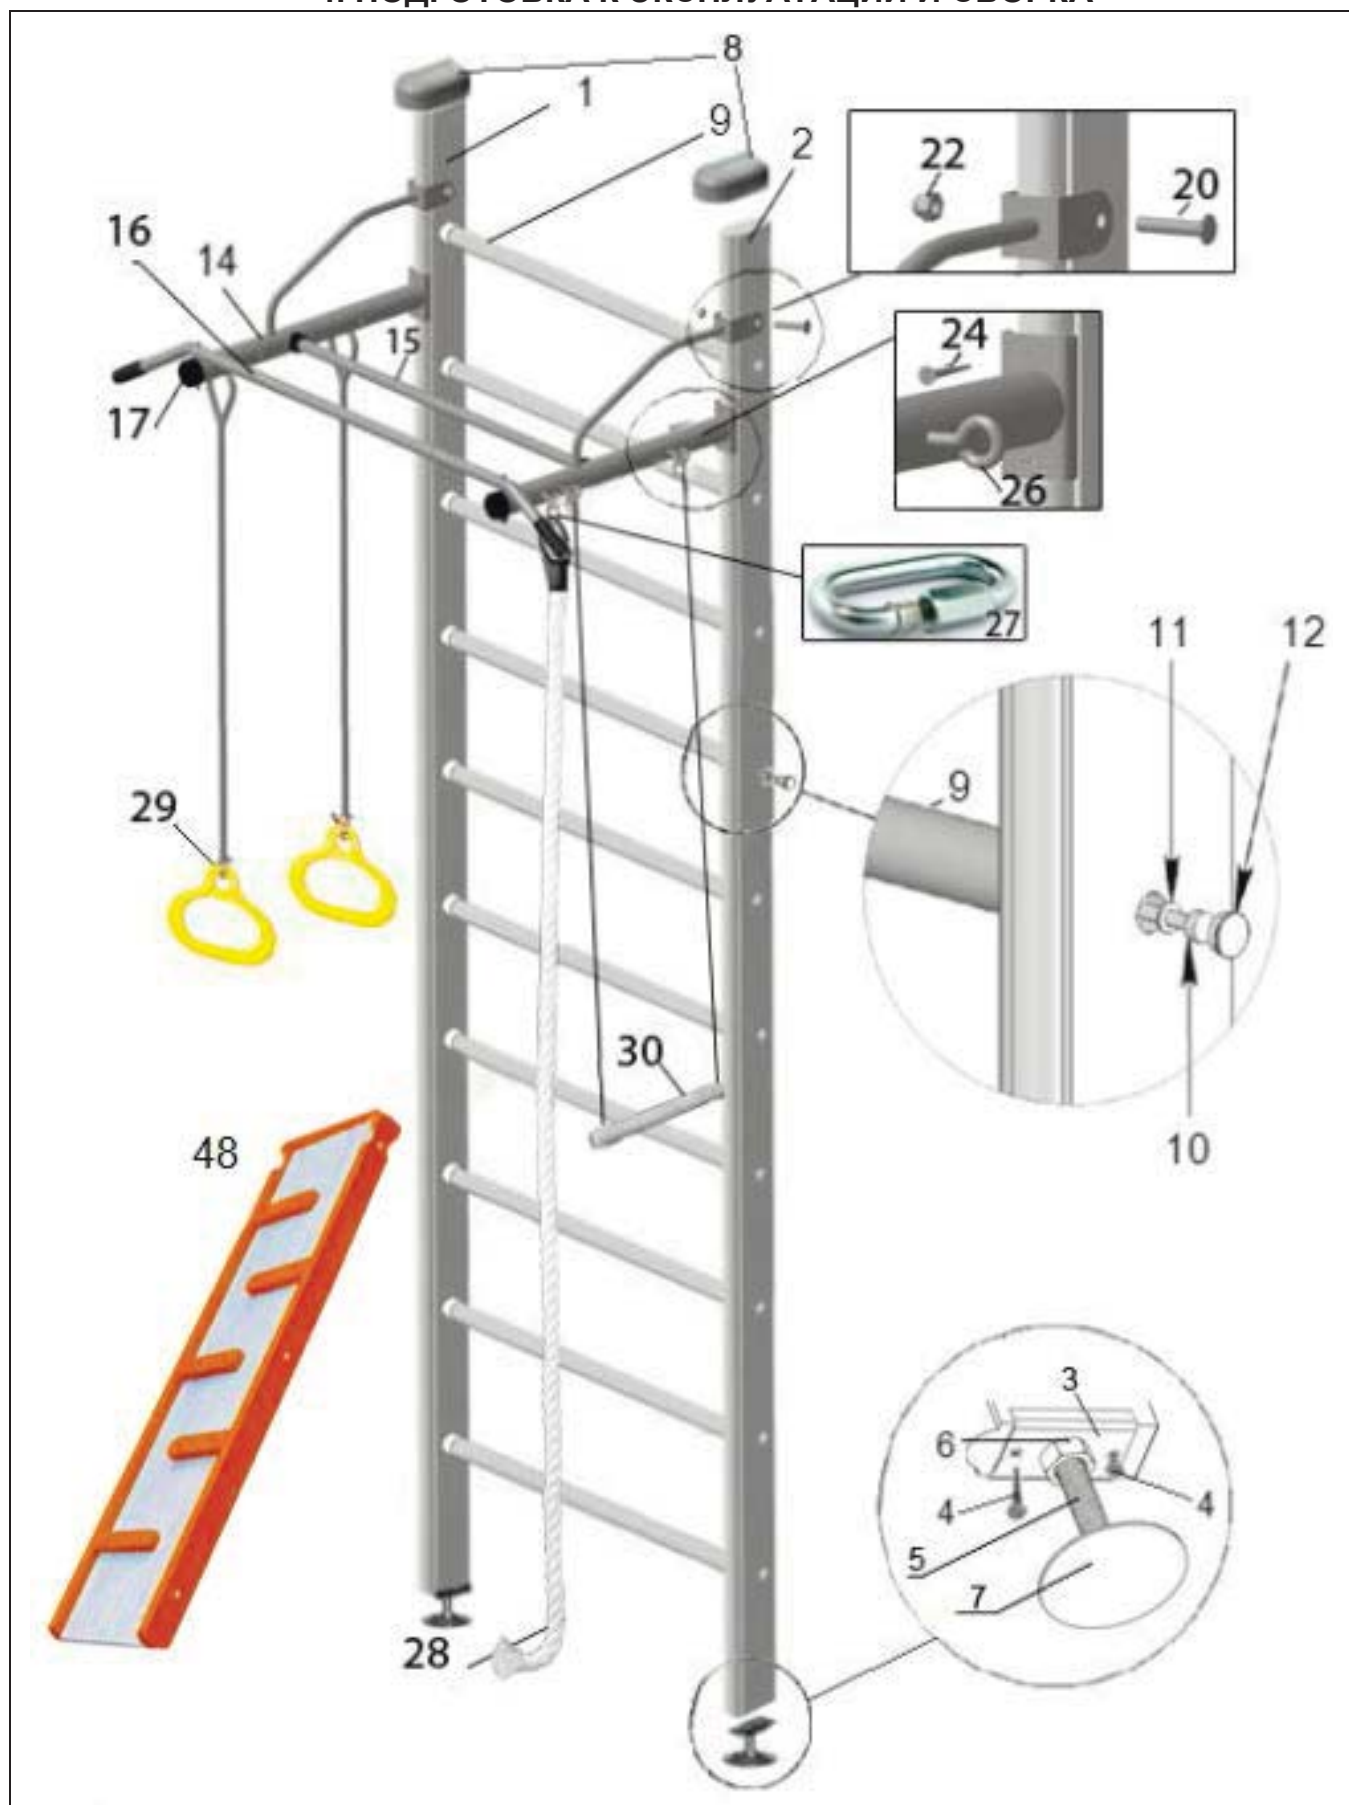
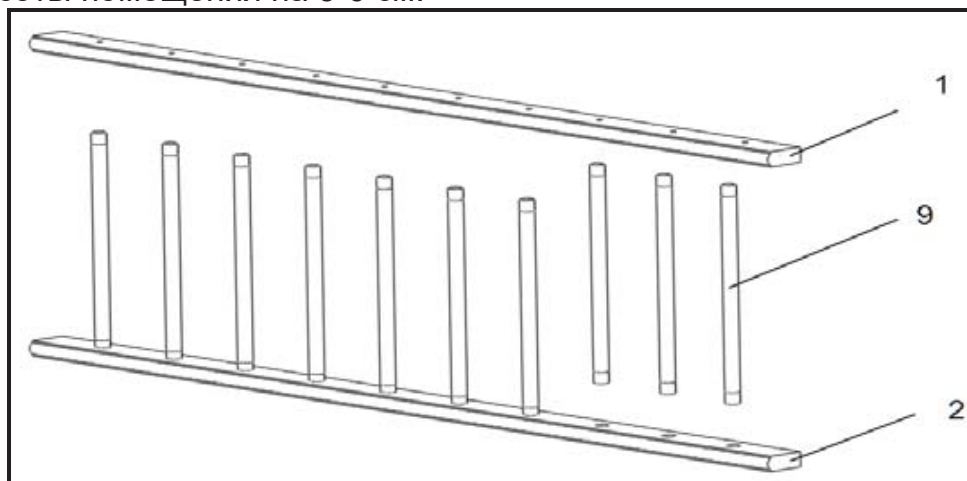

Рисунок 1
Рисунок 2
4.1.4. Разложить зеркально стойки (№1, №2). Вставить ступени-поперечины (№9) в соответствующие отверстия стоек (№1, №2) (рисунок 2). С помощью саморезов (№10) и шайб (№11) закрепить поперечины к стойкам. Установить заглушки (№12) (рисунок 1).
4.1.6. Выбрать место для установки Комплекса. Установить стойки шведской стенки вертикально болтами-домкратами (№5) на опоры нижние (№7). На верхних концах стоек шведской стенки установить декоративные упоры (№8) (Рисунок 1).